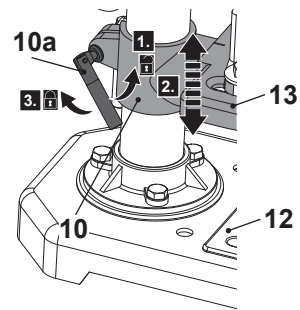

Fig. 11
1. Rode a alavanca de fixação (10a) no sentido anti horário para soltar o grampo (10) (Fig. 11, passo 1).
2. Ajuste a mesa de perfuração (13) para a altura pretendida (Fig. 11, passo 2) e alinhe a mesa de perfuração (13) com a base (12) e a cabeça da máquina (6).
3. Posteriormente, aperte a alavanca de fixação (10a) no sentido horário (Fig. 11, passo 3).